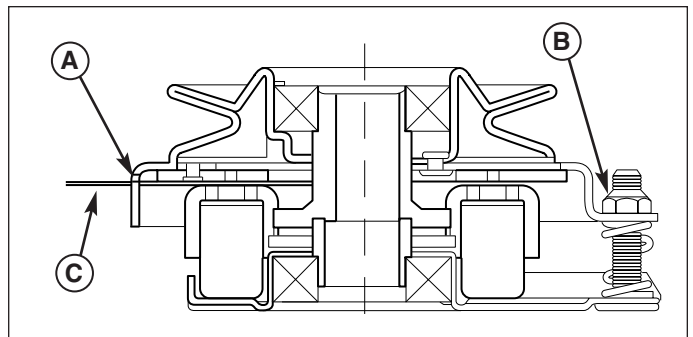

Figure 35. Réglage de l'embrayage de la PDF
3. Insérer une jauge d'épaisseur de 2,5 - 4,0 mm (C) dans chaque orifice en plaçant la jauge entre la face du rotor et la face de l'induit (Figure 35).